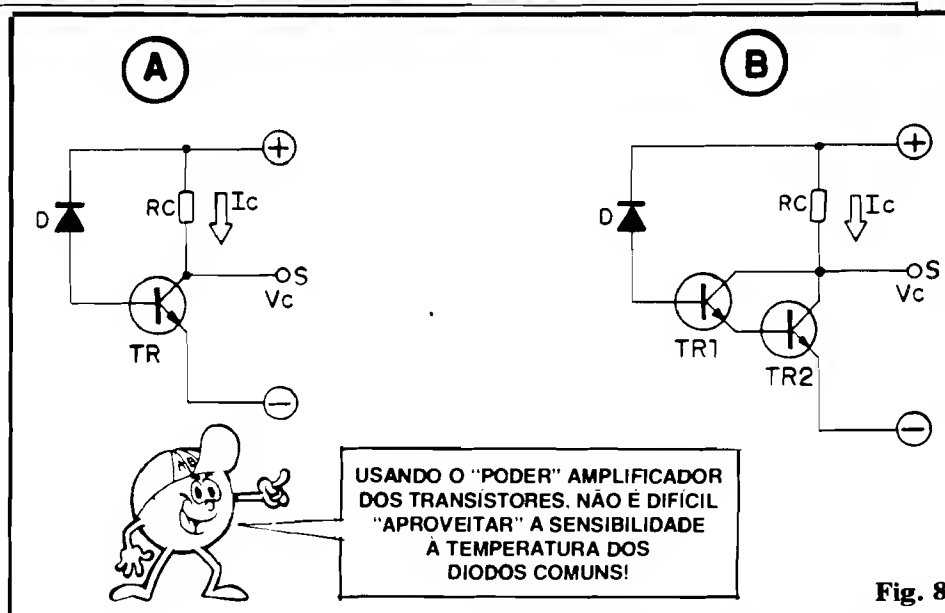

Fig. 8
- **FIG. 8-A** - Novamente, o "velho" TRANSÍSTOR vem em nosso auxílio! **Amplificar** Corrente, ou pequenas variações de Corrente, "é com ele mesmo"...! Colocando o diodo/termo-sensor (que pode ser um mero 1N4148...) sob polarização inversa, no circuito de **base** de um transístor (exemplo: BC548...), a corrente de fuga (que - como foi dito - é proporcional à temperatura à qual o diodo está submetido) do primeiro corresponderá à própria corrente de **base** do segundo! Assim, no arranjo mostrado, podemos "recolher" a Saída do sistema, ou através da Corrente de **coletor** IC (que se desenvolverá sobre o resistor de carga de **coletor**, RC...), ou via Tensão presente no dito **coletor** (VC). Não esquecer que, depois da amplificação realizada pelo transístor TR, IC será **diretamente** oporcional à temperatura ("mais quente" = mais Corrente...), enquanto que VC se manifestará **inversamente** proporcional ("mais quente" = menor
- **FIG. 8-B** - Para algumas aplicações diretas, a amplificação obtida no arranjo 8-A será, ainda, pequena... Tudo bem. Basta "enfileirar", em **Darlington**, mais um transístor no sistema, de modo que os ganhos (fatores de amplificação) de TR1 e TR2 sejam matematicamente **multiplicados**! Teremos então, na Saída "S" do conjunto, sempre preservando a proporcionalidade (na razão direta para a Corrente, e inversa para a Tensão), manifestações ou variações bem mais nítidas e "largas". Pequenas variações na Temperatura incidente sobre o diodo/sensor gerarão grandes sinais elétricos na Saída do bloco. Estes sinais, tanto podem ser encaminhados a um simples sistema de medição (analgógica ou digital)